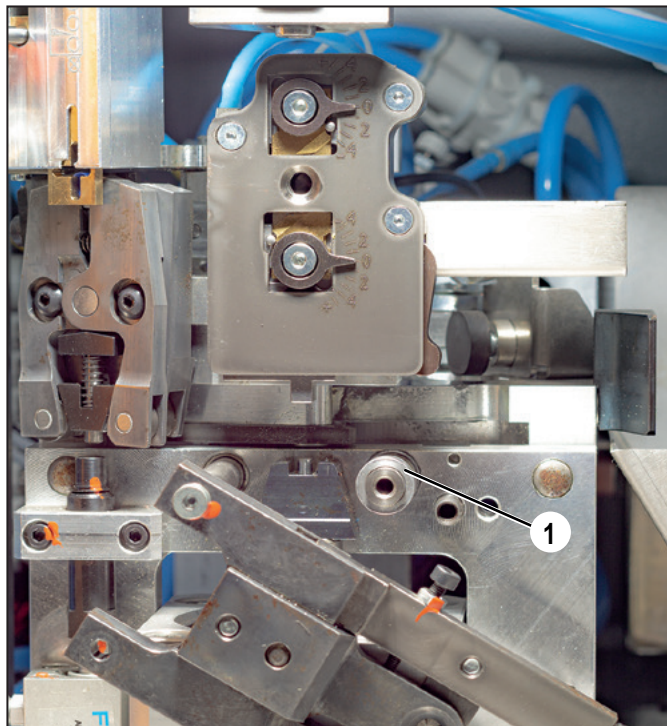

Ilustración 7.5 Unidad de soportes de sujeción de los cables trenzados separada
Asegúrese de no perder el anillo separador (Ilustración 7.5, 1) que se apoya en el eje derecho..
- ▶ Compruebe que los rodillos (1) de la herramienta para prensar puedan moverse libremente.
- ▶ Compruebe que los rodillos (2) de las pinzas de sujeción de terminales puedan moverse libremente.
- ▶ Aplique aceite en la patilla guía (3) de la unidad de sujeción de terminales.
- ▶ Aplique aceite en las superficies de carrera laterales (4) de la unidad de sujeción de terminales.
- ▶ Vuelva a introducir la unidad de fijación de cables trenzados y asegúrese de que el anillo separador (Ilustración 7.5, 1) esté apoyado sobre el eje derecho.